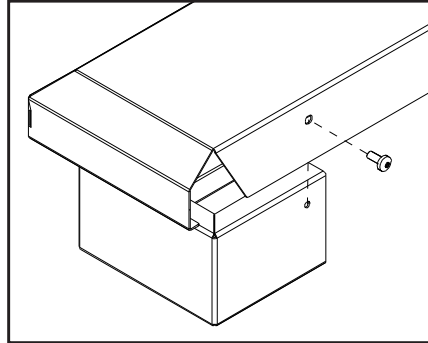

Figure 30: Installation l'étagère de base sur un élévateur.
3. Si vous installez avec des élévateur(s), l'étagère de base doit être fixé à(aux) élévateur(s) avec une vis à T-20 chaque extrémité de l'arrière (voyez Figure 30).